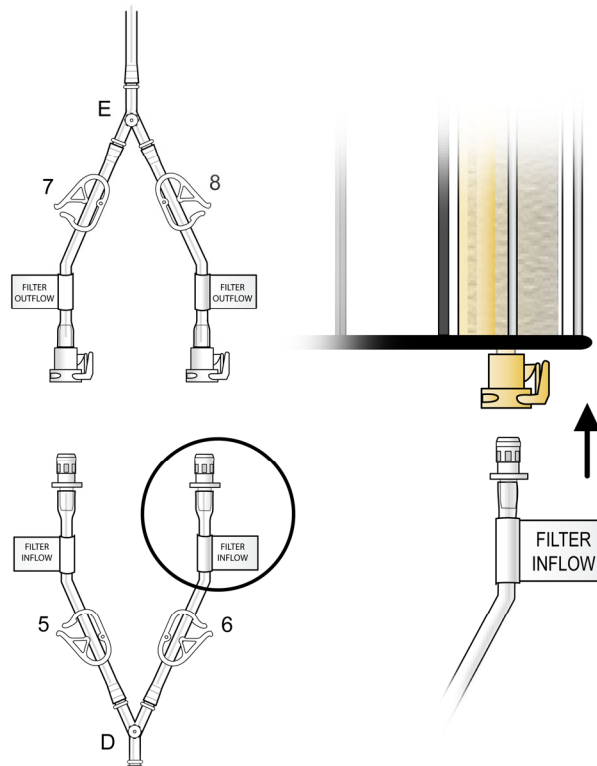

Figura 6
- (e) Conecte las líneas de entrada (etiquetadas e identificadas como en la figura 6) a los conectores de entrada del cartucho situado en la parte inferior del filtro doble. Para completar el montaje, presione juntos los acoplamientos del conector rápido, como se muestra en la figura 6 (macho a hembra) hasta que se escuche un «clic» audible para verificar la conexión (presione y haga clic).